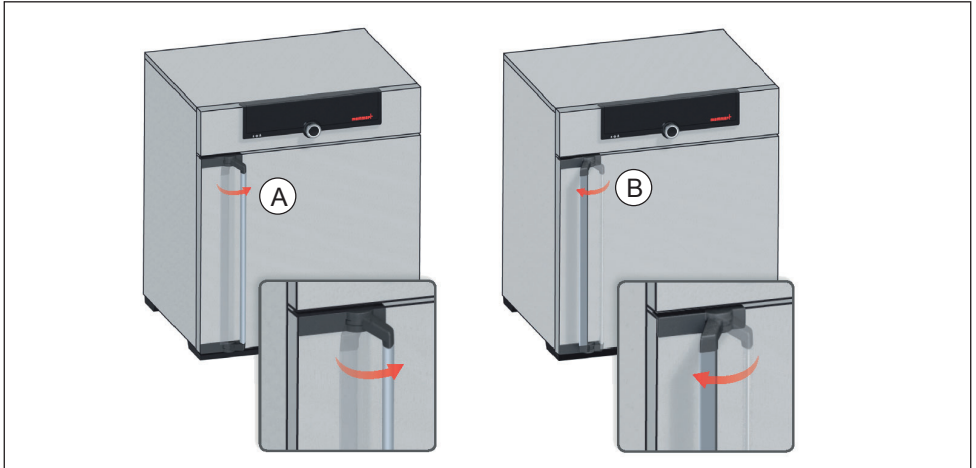

Fig. 15 Apertura y cierre de la puerta
- ▶ Para abrir la puerta, tire de la manilla hacia un lado (izquierda o derecha según el modelo de la puerta; Fig. 15, A).
- ▶ Para cerrar la puerta, empújela hasta el fondo y presione la manilla a un lado (B).